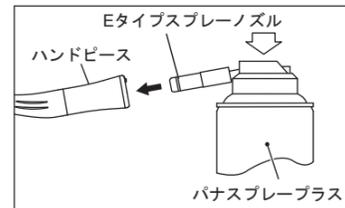

図11
- 2) Eタイプスプレーノズルをハンドピース後部へ挿し込み、2~3秒間のスプレーを2~3回繰り返して、ハンドピース先端から出るオイルに血液等の異物がまざらなくなるまで内部の洗浄注油を行います。(図11)